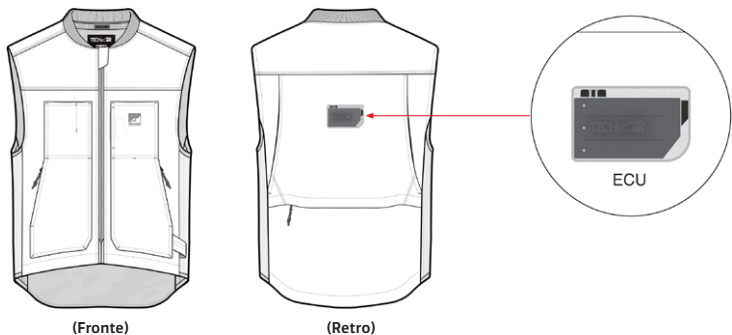

Figura 1 – Posizione del sensore
Il Sistema è costituito da un gilet con una Centralina Elettronica dell'Airbag (con sensori incorporati) e un Display a LED (2) (Figura 1). La Centralina Elettronica dell'Airbag contiene 1 accelerometro triassiale e 1 giroscopio triassiale (chiamati anche gruppo di sensori). Questi sensori monitorano il corpo dell'utente in caso di urti o movimenti inaspettati. Nel caso in cui il corpo dell'utente sia soggetto ad un'elevata e/o improvvisa quantità di energia, il Sistema si dispiegherà. Ciò può verificarsi quando la moto è coinvolta in un incidente, ad esempio quando si scontra con un altro veicolo o con un ostacolo, quando il pilota perde il controllo o quando cade dalla moto.